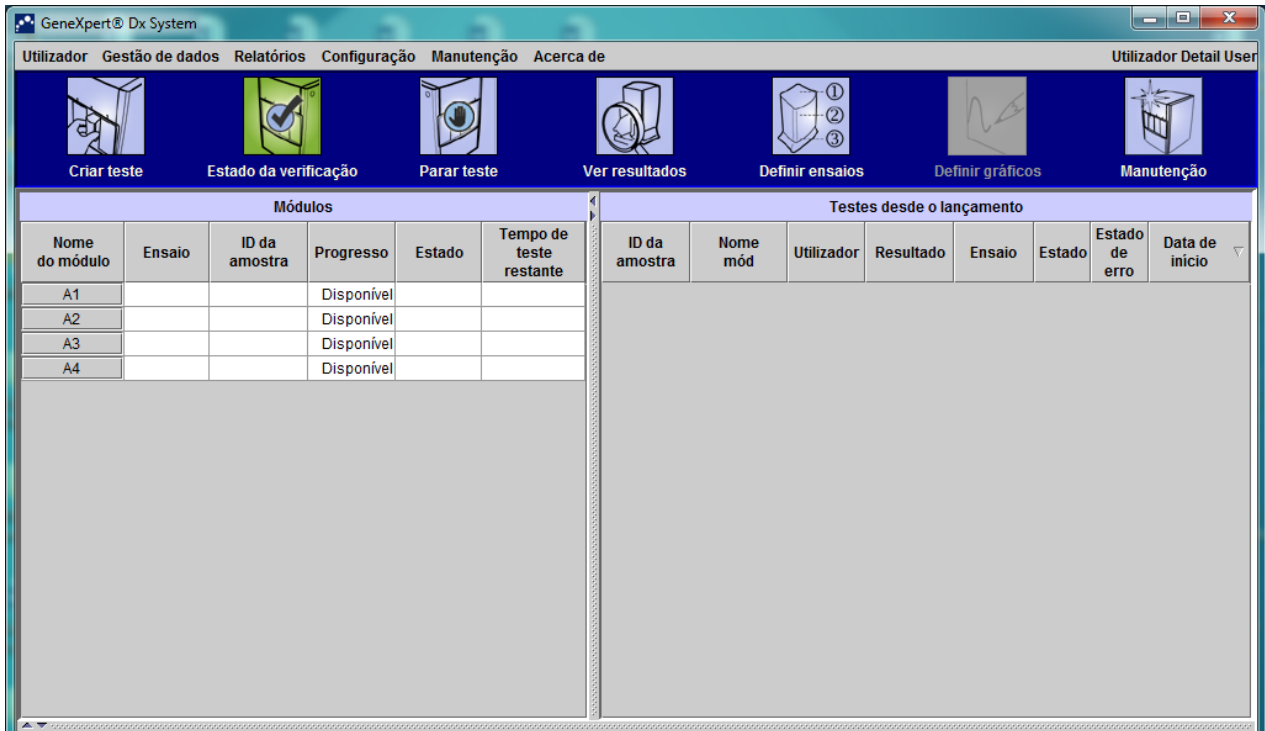

Figura 5-113. Ecrã Home (Página principal) do GeneXpert Dx
1. No ecrã Home (Página principal) do Sistema GeneXpert Dx, seleccione o botão **Create Test (Criar teste)**. Consulte figura 5-113.